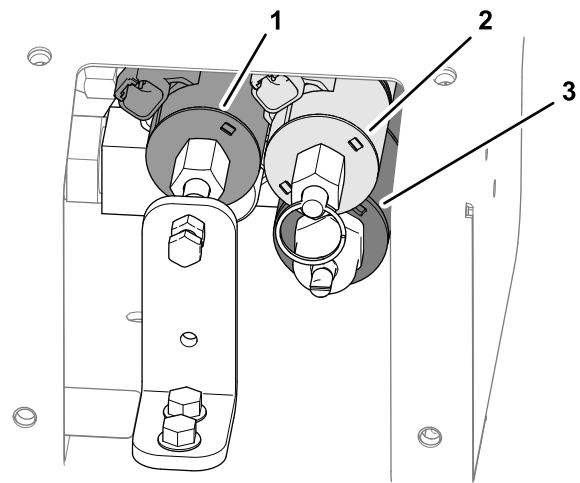

Figura 28
3. Localice las 3 válvulas de control (Figura 28).